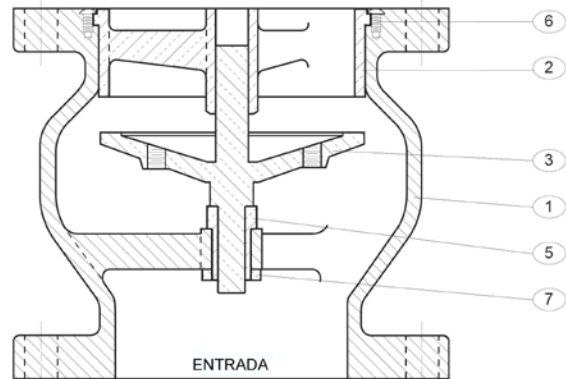

Figura 5. Dispositivo de escape regulado
bronce. Ver la Lista de materiales específicos presentada para la orden si no se trata de una construcción de hierro fundido estándar. En la Figura 5 se muestran los detalles de la construcción. El cuerpo (1) está embreadado para la conexión con la tubería. Consulte la página 2 para la instalación en la tubería.